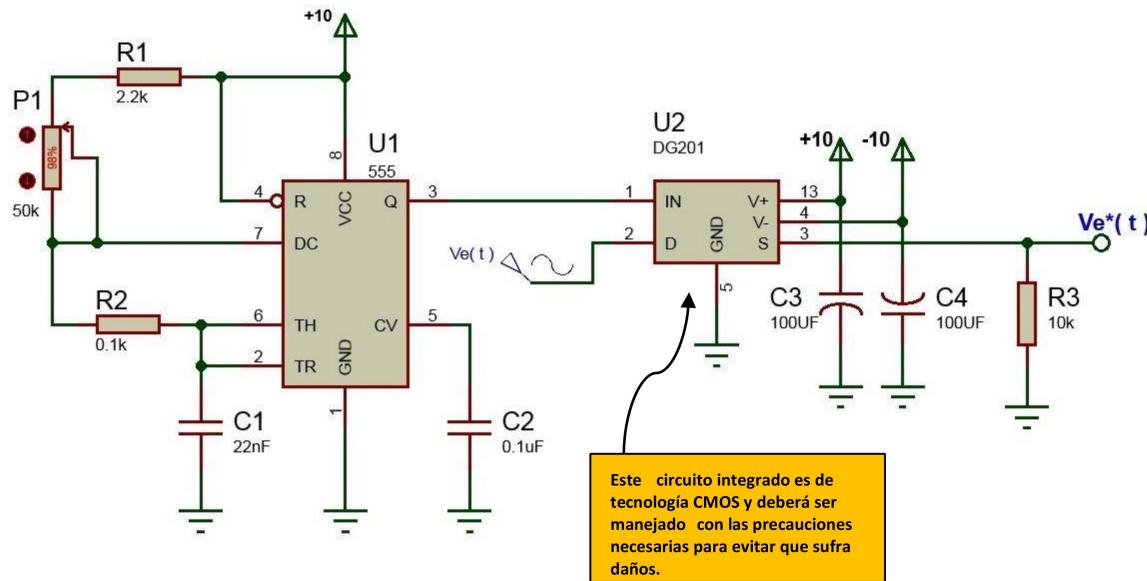
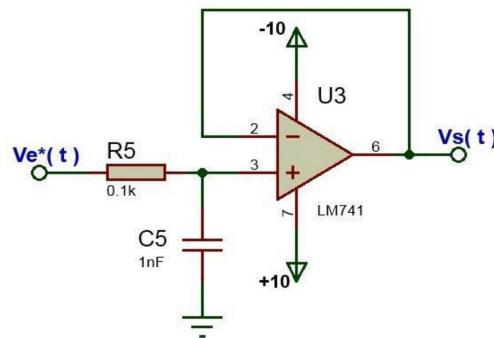

Figura 1.5
Figura 1.6
1. Simule el circuito de la figura 1.5, considere emplear el circuito DG417 en sustitución del circuito DG201 de la práctica, considerando que las terminales de ambos circuitos difieren en posición.
10. Añada el circuito de la figura 1.6 a la salida del circuito de la figura 1.5, el cual realizará la función de retención y observe la señal de salida $V_s(t)$ del circuito 1.6 y como se relaciona con la entrada $V_e(t)$. Anote los comentarios en cuanto a las formas obtenidas, así como las gráficas correspondientes, haciendo las pruebas también para señales de diferentes tipos y frecuencias (triangular y cuadrada).
2. Obtenga la función de transferencia en Laplace del retenedor empleado en la práctica (figura 1.6) indicando de qué tipo es y explicando su funcionamiento.
7. Calcule los parámetros de tiempo del oscilador en modo astable implementado con el circuito LM555 de la figura 1.5 y compárelos con los obtenidos prácticamente. Para esta paso refiérase a la hoja técnica del dispositivo LM555 donde se especifican las ecuaciones de funcionamiento.